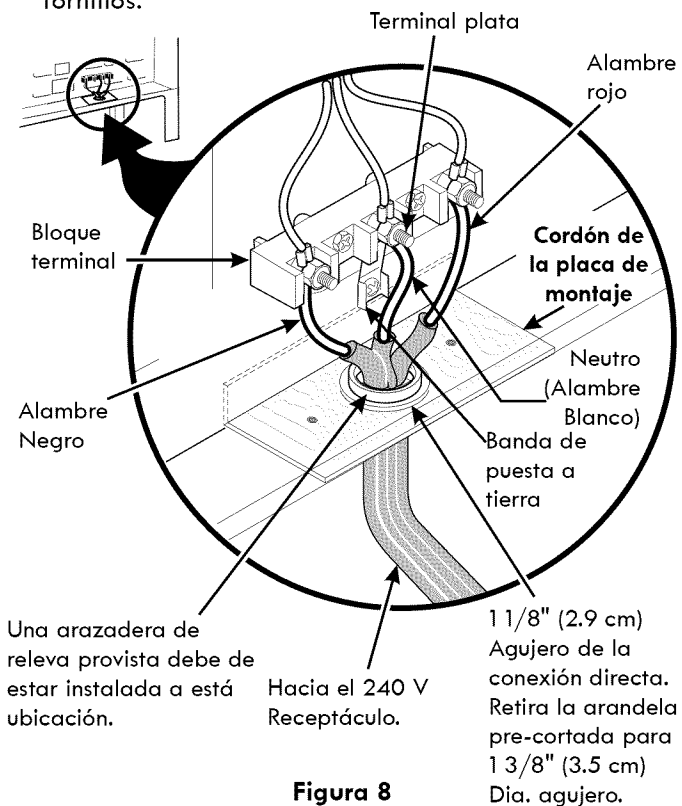

Figura 8
Si los códigos locales permiten la conexión del conductor a tierra del armazón al alambre neutro del cable de bronce del suministro eléctrico (vea figura 8).
2. Utilizar los tuercas suministraron en el paquete de la literatura para conectar la parte neutral del cable de bronce de suministro eléctrico al terminal plateado que se encuentra al centro del bloque terminal y, conectar los otros alambres a los terminales externos. Aparee los alambres y los terminales según el color (alambres rojos conectados al terminal derecho, alambres negros conectados al terminal izquierdo) (vea figura 8).